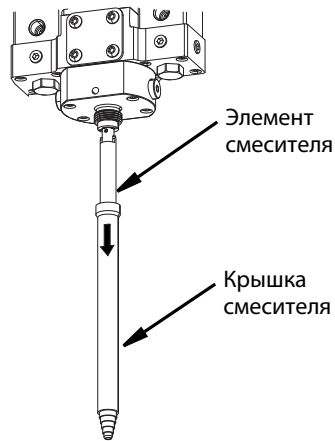

Рис. 21
5. Снимите крышку смесителя с элементов смесителя. См. Рис. 21.